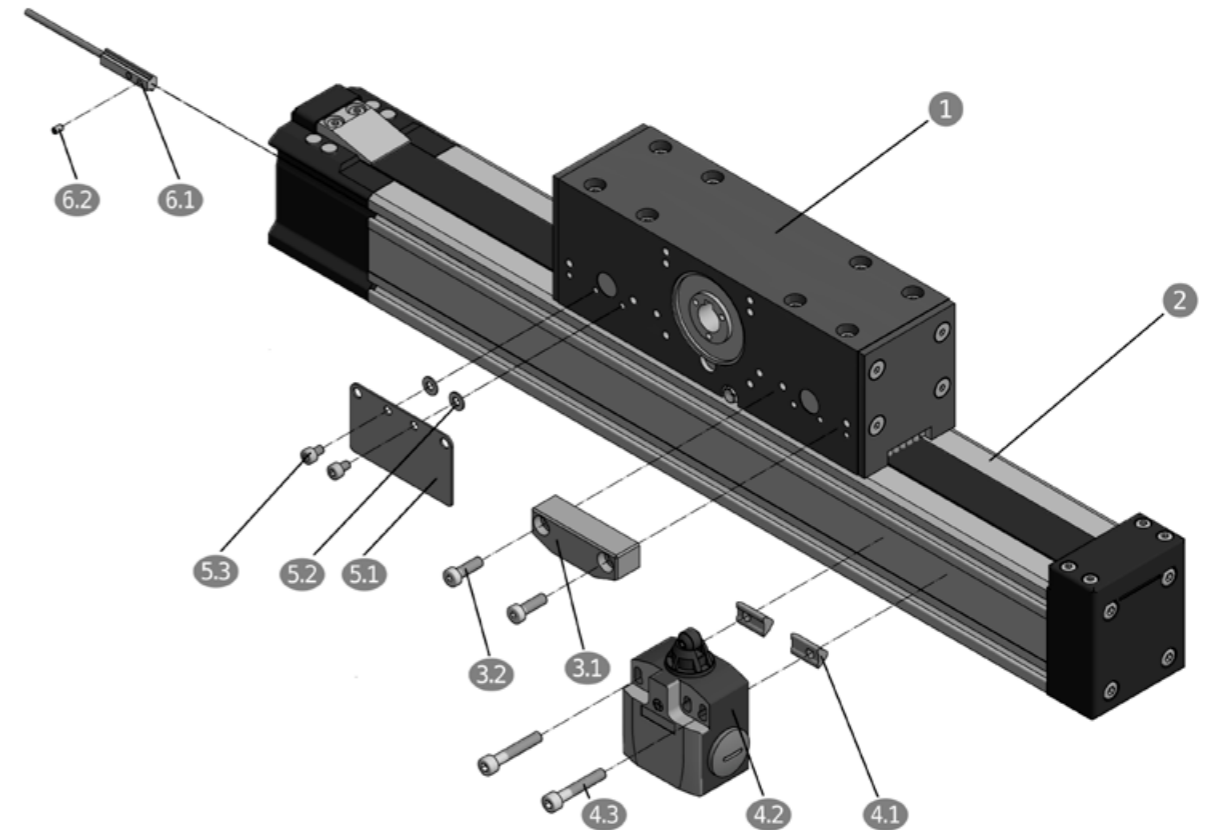

Figure 3.17 Montage des capteurs de fin de course sur le profilé du module linéaire AXE_A avec tête d'entraînement déplacée
Pour le montage des capteurs de fin de course et des éléments d'actionnement, il convient de suivre les étapes suivantes conformément à la figure 3.17. La tête d'entraînement ① et le profilé ② du module linéaire sont conçus de manière symétrique afin de permettre un montage de chaque côté.